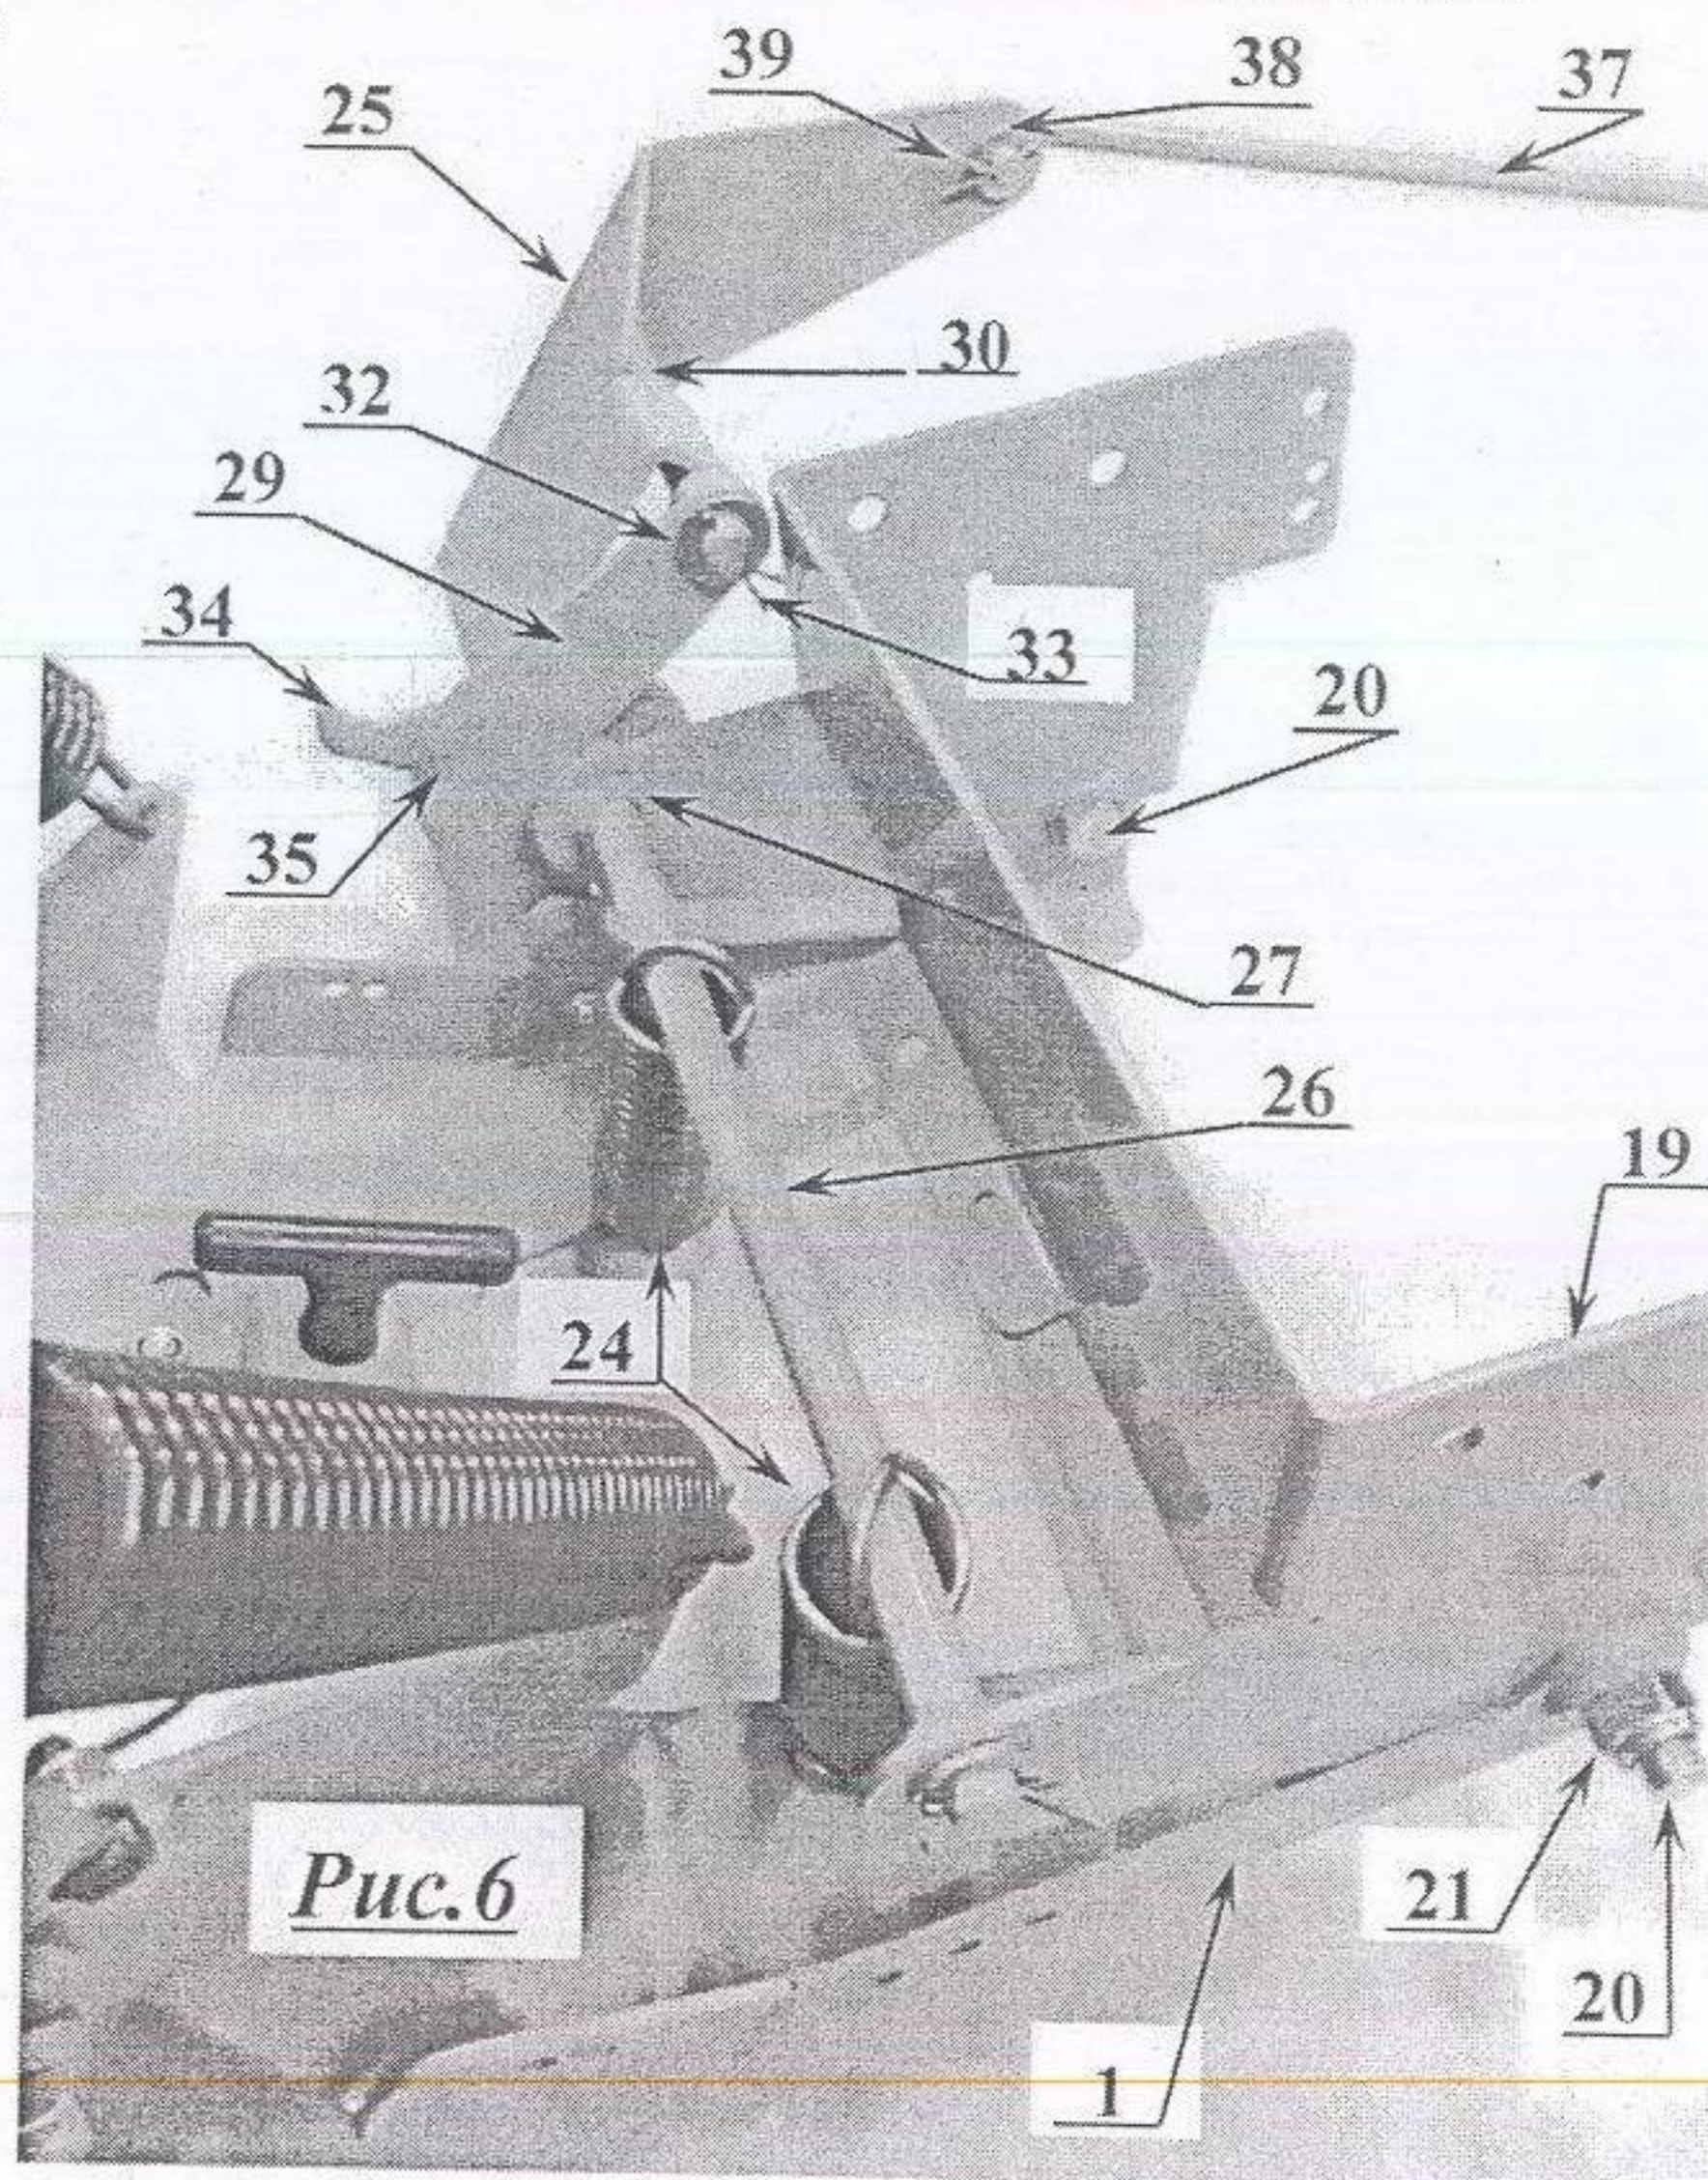

Рис.6
2. Пружины (24) зацепить за соответствующие отверстия в раме подъемной (1) – см. рис.6 и 8.
3. Вставить длинную ось (26) рычага подъёма (25) во втулку (27) в несущей раме (19) – см. рис.6. Ось (26) провести через проушины пружин (24) и вставить во втулку (28) на противоположной стороне рамы несущей (19) – см. рис.6.
4. Тягу (29) закрепить длинным концом за короткую ось (30) рычага (25) (см. рис.6), а коротким концом за ось (31) кронштейна (22) как показано на рис.8 и 9.
5. Зафиксировать монтаж деталей, установив на концы осей (26), (30) и (31) шайбы (32) и шплинты (33).
6. На тягу (29) установить крючок (34) при помощи болта М6 (35) и зафиксировать самоконтращейся гайкой М6 (36) таким образом, чтобы было обеспечено свободное вращение крючка (34) - т.е. оставив зазор в соединении крючка (34) с тягой (29). Соединение показано на рис. 6, 8 и 9.
7. Присоединить тягу (37) к проушине рычага (25), как показано на рис.6, 7 и 12, и зафиксировать шайбой (38) и шплинтом (39) – рис.6.
При этом пружины (24) способствуют снижению усилия, прилагаемого оператором к подъёму отвала. Положение рычага (25) в состоянии поднятого отвала (8) показано на рис.6, 7 и 12.